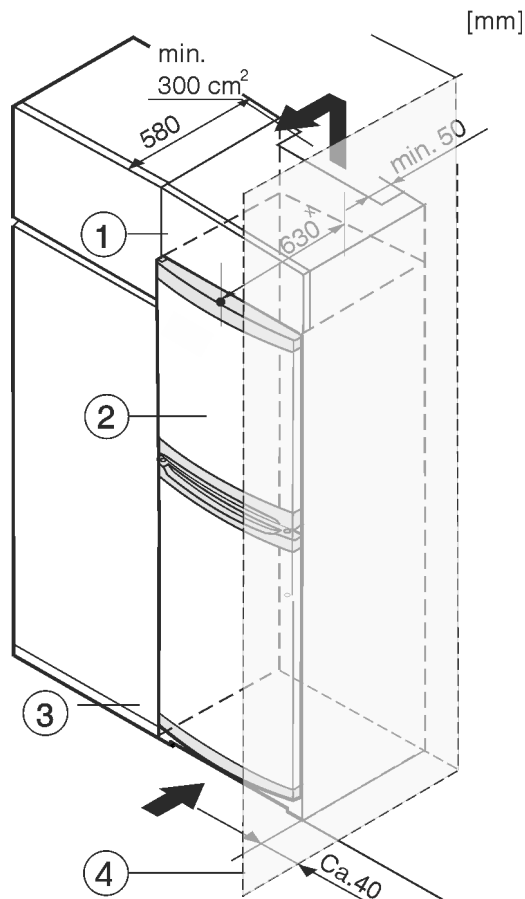

Fig. 8
Přístroj lze zabudovat do kuchyňských skříní. K vyrovnání přístroje Fig. 8 (2) na výšku kuchyňské linky lze na přístroj nasadit nástavec Fig. 8 (1).
Při montáži do kuchyňských skříní (hloubka max. 580 mm) lze spotřebič nainstalovat přímo vedle kuchyňské skříně *Fig. 8 (3)*. Spotřebič přesahuje přední stěnu kuchyňské skříně po stranách o 34 mm x a uprostřed o 50 mm x.
Pokud se spotřebič instaluje se závěsy vedle stěny *Fig. 8 (4)*, musí být jeho vzdálenost od stěny alespoň 40 mm. To odpovídá přesahu madla při otevřených dveřích.